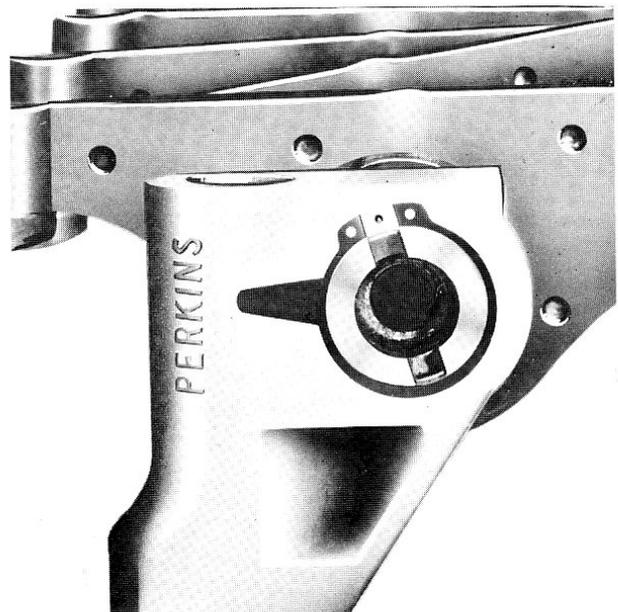

Fig. 4
- 1° Noter la position de la rainure à l'extrémité de l'arbre de rampe des culbuteurs par rapport au repère du support avant (fig. 4).
Nota. — Noter la position de la rainure à l'extrémité de l'arbre. Le débit normal s'obtient lorsque la rainure de cet axe se trouve en regard du repère ménagé sur le support AV (fig. 4).